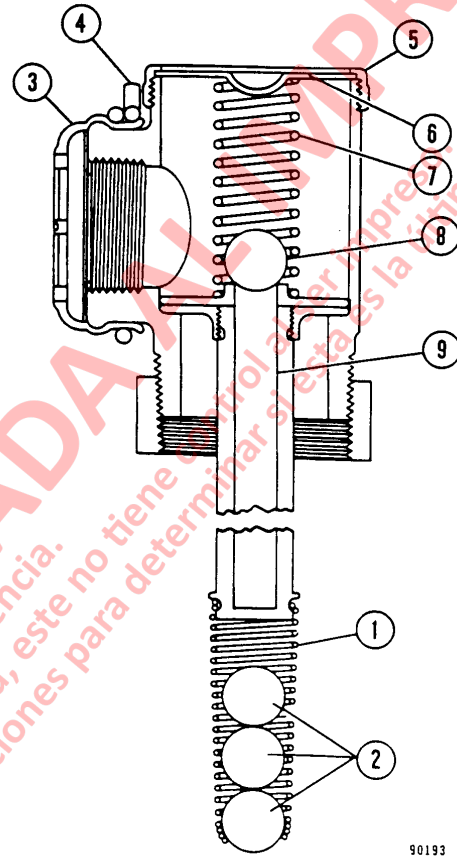

FIGURA 5-2. VALVULA DE RESPIRADERO
1. Saque la abrazadera de resorte (4, Figura 5-2) de la salida.
2. Tire la cubierta de goma y el filtro (3).
3. Destornille la tuerca (5) de la parte superior de la válvula de respiradero. Saque la cubierta (6), resorte (7) y bola de acero (8).
4. Deslice el conjunto de la válvula (9) de la caja.
5. Desenganche el resorte cónico (1) que contiene tres bolas (2) del vástago de la válvula.